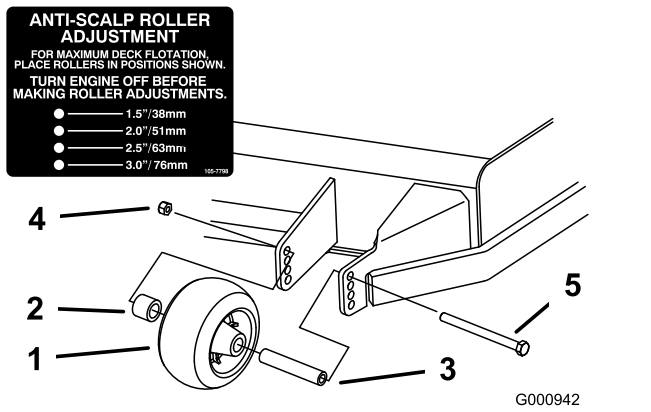
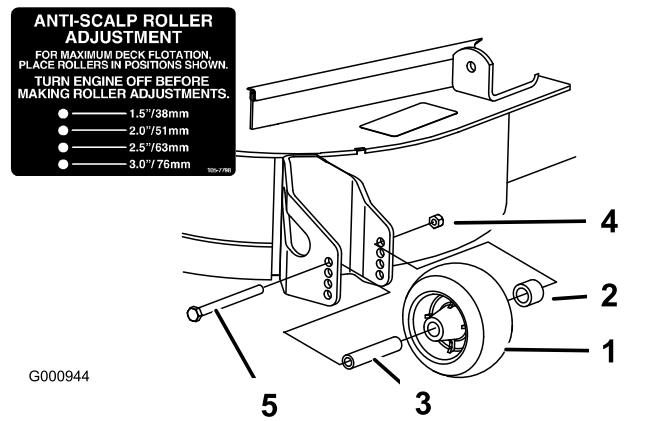
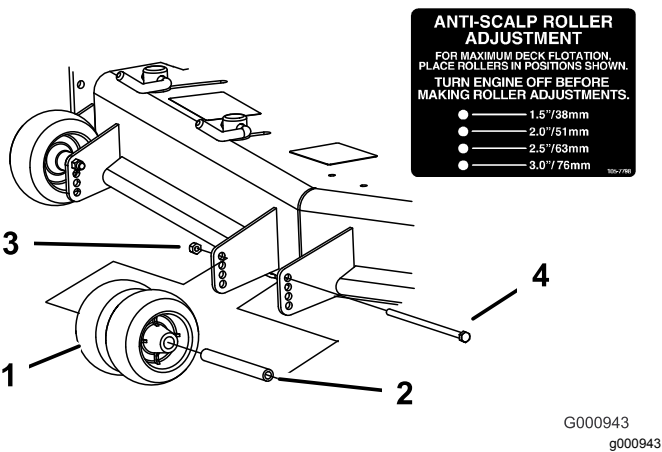

Figura 29
Figura 31
Figura 30
3. Ajuste los rodillos protectores del césped según se muestra en Figura 29, Figura 30 y Figura 31.